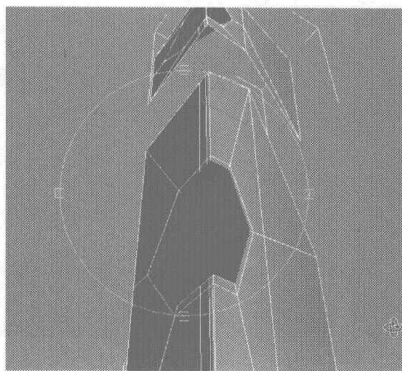
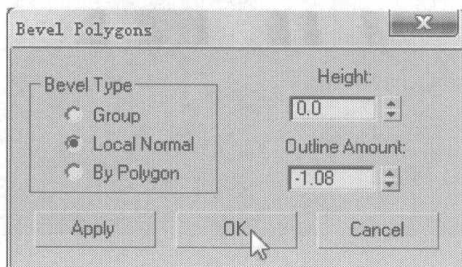

图 6.339
图 6.340
- 09** 调整完毕后选择如图 6.339 所示的面，在 Edit Polygons 卷展栏中单击 **Bevel** 右侧的小按钮，在弹出的对话框中设置倒角参数，如图 6.340 所示，再将其倒角后内侧多余的节点焊接。